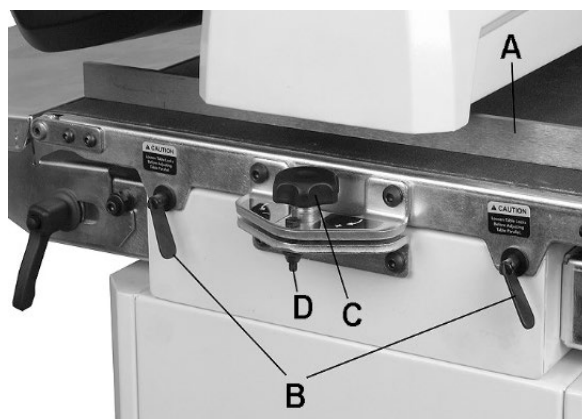

Abb. 8-4: Parallel Ausrichten der Trommel
3. Die Lehre auf der Außenseite der Trommel (A, Abb. 8-4) zwischen Trommel und Vorschubtisch einführen.
3. Ist eine Stufe an der Überlappungsstelle sichtbar, den Vorschubtisch durch Drehen des Einstellknaufs (C, Abb. 8-4) weiter absenken.
Hinweis: Beim Schleifen von schmalen Schleifgut in einem Durchgang, den Vorschubtisch wieder in die parallele Position bringen. Den Einstellknopf in die entgegengesetzte Richtung drehen, bis die Sicherungsmutter (D, Abb. 8-4) berührt wird. Die Sicherungsmutter dient als Festanschlag zur schnellen Rückkehr auf parallel.